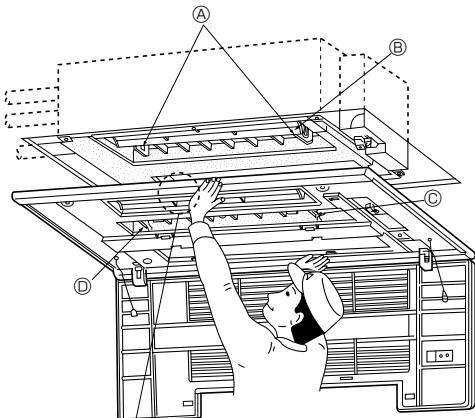

Fig. 5-4
5.3. Installazione della griglia (Fig. 5-4)